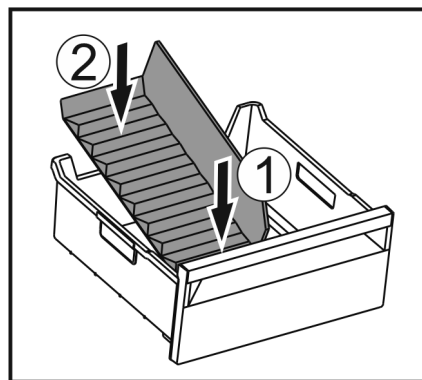

Fig. 235
- ▶ Vložte přední část přepážky přihrádky na led. Fig. 235 (1)
- ▶ Zadní část přepážky přihrádky na led spusťte až na dno zásuvky. Fig. 235 (2)